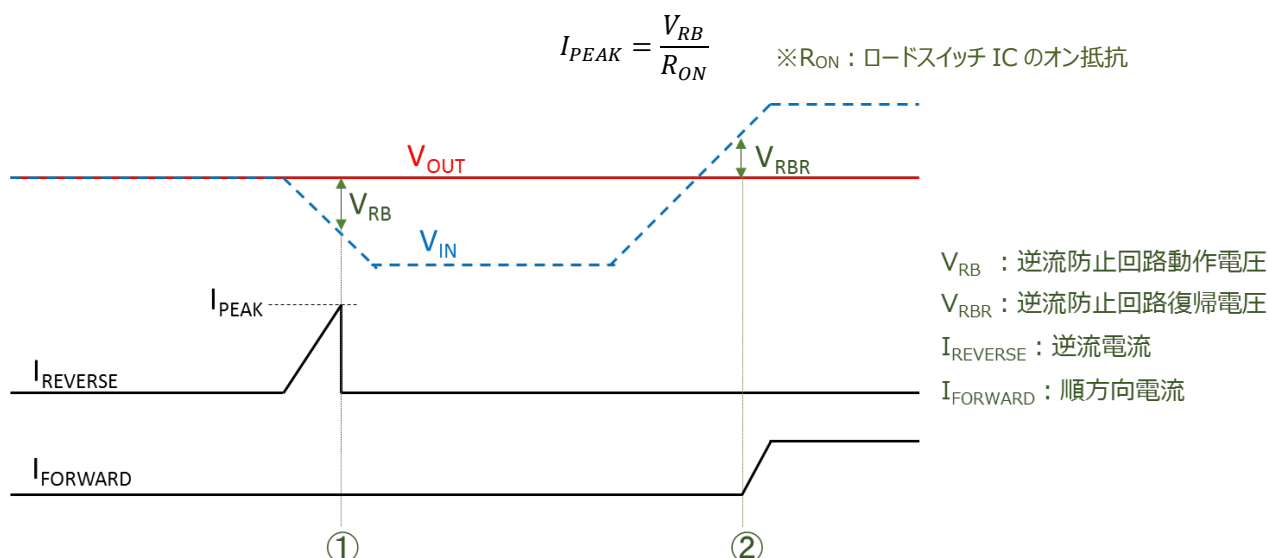

図 3.5.1 逆流防止回路の動作イメージ
3.4 項でロードスイッチ IC の逆流防止機能は一般的には IC が OFF している状態で働くと解説致しましたが、ロードスイッチ IC が ON/OFF 関わらず出力端子から入力端子への電流の逆流を防止する機能も存在しており、これを常時監視型逆流防止機能と呼びます。常時監視型逆流防止機能付きロードスイッチ IC は IC 内で入力電圧（ V_{IN} ）と出力電圧（ V_{OUT} ）を比較して、 $V_{OUT} > V_{IN}$ となったときに逆流防止回路が働きます。図 3.5.1 に詳しい逆流防止回路の動作のイメージを示します。 $V_{OUT} > V_{IN}$ となることで逆流電流（ $I_{REVERSE}$ ）が流れ始めますが、実際には図 3.5.1 中の①のタイミングのように V_{OUT} と V_{IN} の差が逆流防止回路動作電圧（ V_{RB} ）になったときに逆流防止回路が働き、 $I_{REVERSE}$ を抑制しますので注意が必要です。また、逆流防止回路が働いている状態で V_{IN} を再び上げていき、②のタイミングのように V_{IN} が V_{OUT} より逆流防止回路復帰電圧（ V_{RBR} ）分大きくなると逆流防止回路が動作を止め、順方向電流（ $I_{FORWARD}$ ）が流れ始めるようになります。なお、逆流電流の最大値となる I_{PEAK} は下記式により算出することができます。